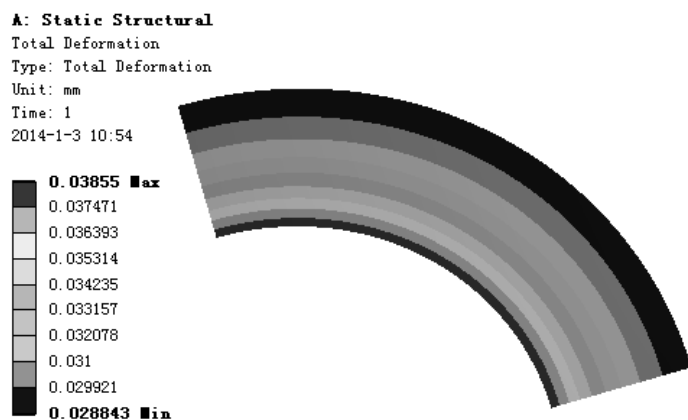

图 7.5.43 位移变形结果图解
(1) 求解分析。在顶部工具栏中单击  **Solve** 按钮求解分析。
(2) 查看位移变形结果图解。在“Outline”窗口中选中  **Total Deformation**, 查看图 7.5.43 所示的位移变形结果, 其最小位移为 0.028843 mm, 其最大位移为 0.03855mm。